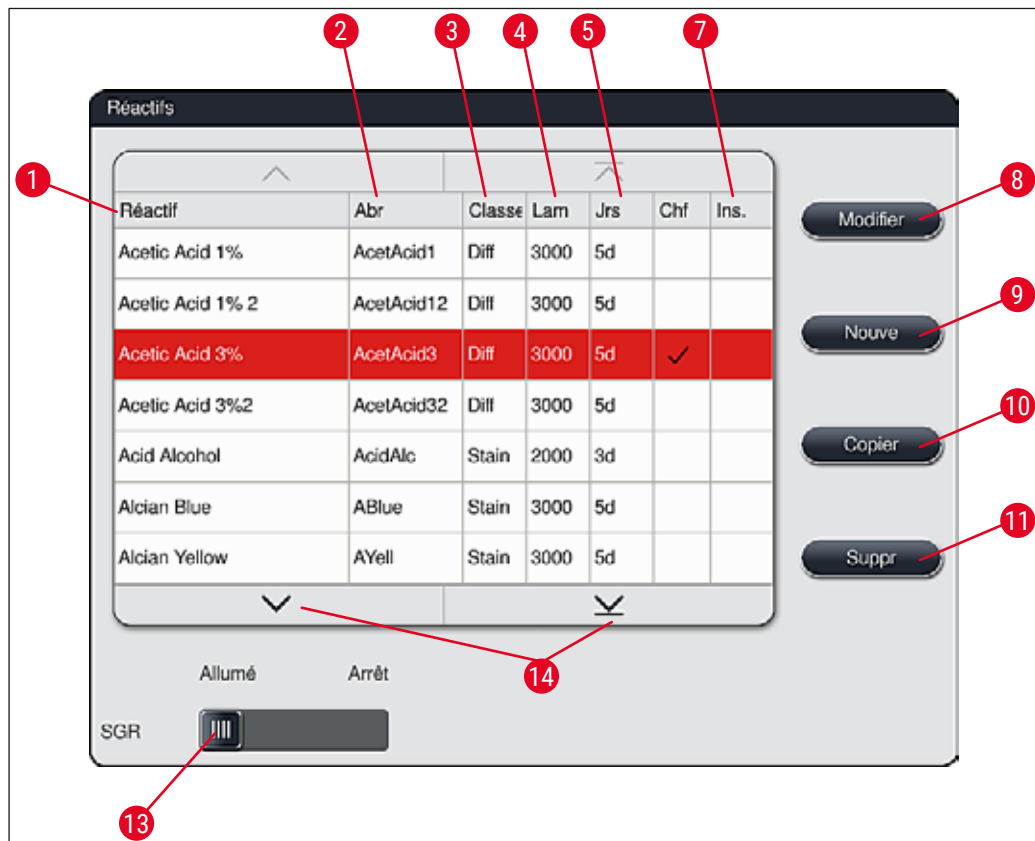

Fig. 36
- Sélectionner le réactif à copier dans la liste des réactifs (→ "Fig. 36") en tapotant dessus, puis appuyer sur la touche **Copier** (→ "Fig. 36-10").
- Sélectionner le réactif à modifier dans la liste de réactifs (→ "Fig. 36") en tapotant dessus, puis appuyer sur la touche **Modifier** (→ "Fig. 36-8").